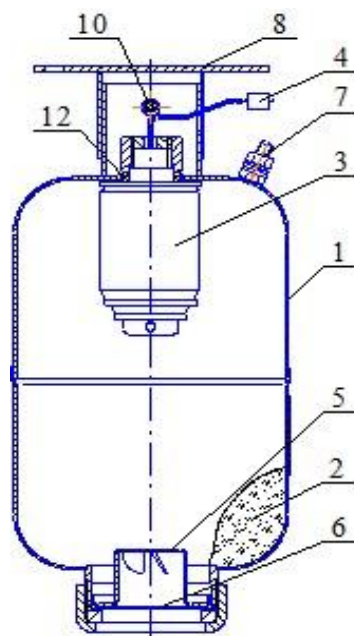
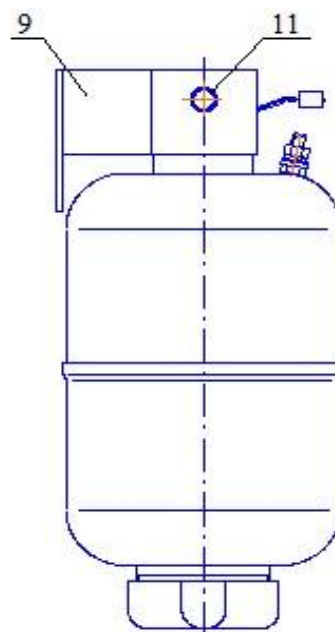
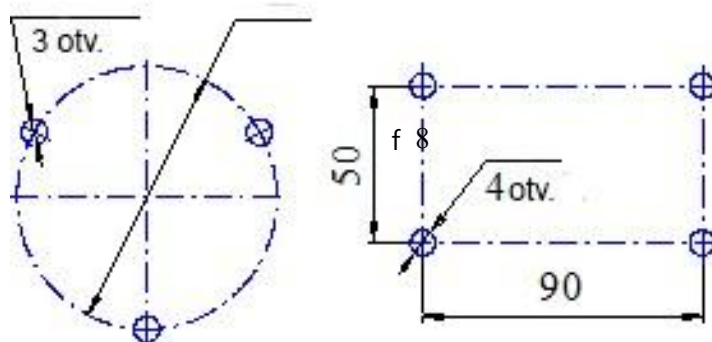
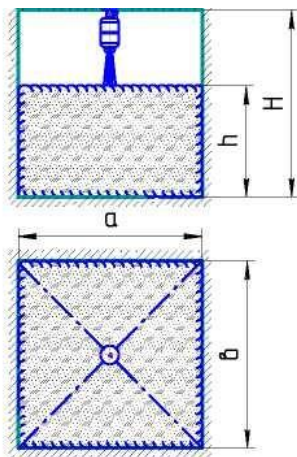

Bild 1
Bild 2
Bild 3
Bild 4
4.1 MPH (Bild 1. und Bild 2.) besteht aus dem Druckkörper **1**, der folgendes beinhaltet: Löschpulver (HP) **2** und Kaltgasgenerator (GSP) **3** mit Elektrozünder **4**. In der vorderen Seite der Haube befindet sich der Zerstäuber Einsatz **5**, sowie die Ausgangsöffnung, die mit einer Membrane abschließt **6**. Das Modul ist ausgerüstet mit einer Erdungsklemme **7**. Der obere Teil des MPH ist ausgerüstet mit einem Halter **8**, der bestimmt ist für die Deckenbefestigung (Bild 1) oder Halter **9**, der bestimmt ist für die Wandbefestigung (Bild 2).
4.3 Nach erhaltenem Elektroimpuls auf den elektrischen Ausgangsschalter 4GSP 3 (Bild 1,2) wird der Gasgenerator aktiviert und erzeugt ein Kaltgas das das Innere des Behälters unter Druck setzt. Sobald der nötige Druck vorhanden ist, öffnet die Membrane 6 und das Löschpulver tritt durch den Zerstäuber 5 aus dem Modul aus.
6.2 Die Aufhängung 8 kann unter der Decke (Bild 1) oder die Aufhängung 9 (Bild 2) kann an der Wand angebracht werden. Bitte markieren Sie die Stellen für die Befestigung der Aufhängung wie auf dem (Bild 3) und an der Wand gem. (Bild 4) dargestellt.
6.6 Die Konfiguration der Pulverausbreitung und die Darstellung der Löschflächen bei der Deckenbefestigung ist auf Bild 4 und den Tabellen 2 und 3, bei der Wandbefestigung auf Bildern 4, 5 und in die Tabellen 2, 3 dargestellt.